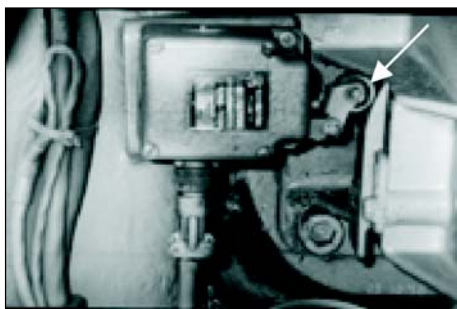

Fig 4-15. Interruptor da válvula de proteção do canhão
**I. Interruptor da válvula de proteção do canhão** (Fig 4-15) - Localizado à esquerda do reparo da metralhadora coaxial, na parede da torre, comanda a abertura da válvula de proteção do canhão, quando este encontrar-se em uma posição abaixo da horizontal entre 8 e 4 horas, em relação a parte da frente do CC, devendo, obrigatoriamente, o sistema eletrohidráulico estar ligado.